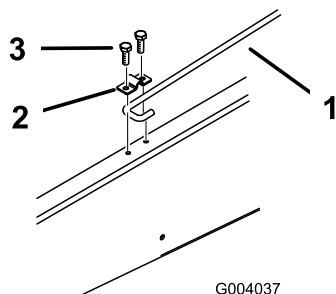

図 13
6. 安全サポートのクリップをフレームに固定しているボルトをゆるめ、クリップの下側に安全サポートの J 型フックをはさむ (図 13)。
7. ボルトを締めつけ、新しいボルト ((5/16 x 3/4 インチ)) でクリップのもう一方の側を固定する (図 13)。